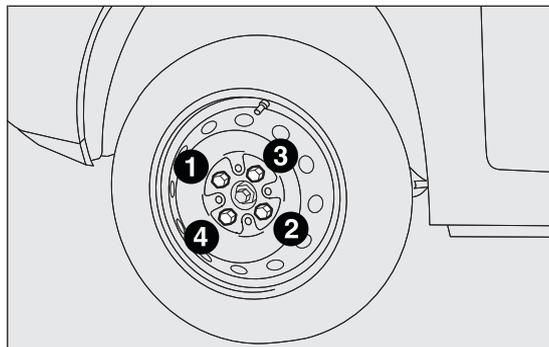

fig. 124
- en se servant de la clé fournie, visser à fond les boulons, en passant alternativement d'un boulon à celui diamétralement opposé, en suivant l'ordre numérique illustré en fig. 124.